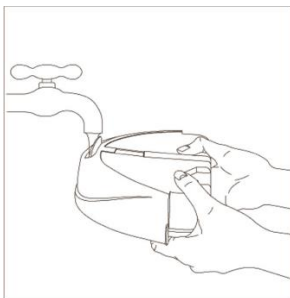

Рис. 3
**Предупреждение!** Не наливайте в резервуар для воды духи, уксус, крахмал, средства от накипи, средства для глажки и другие химические вещества, так как они могут привести к поломке прибора (рис. 3).